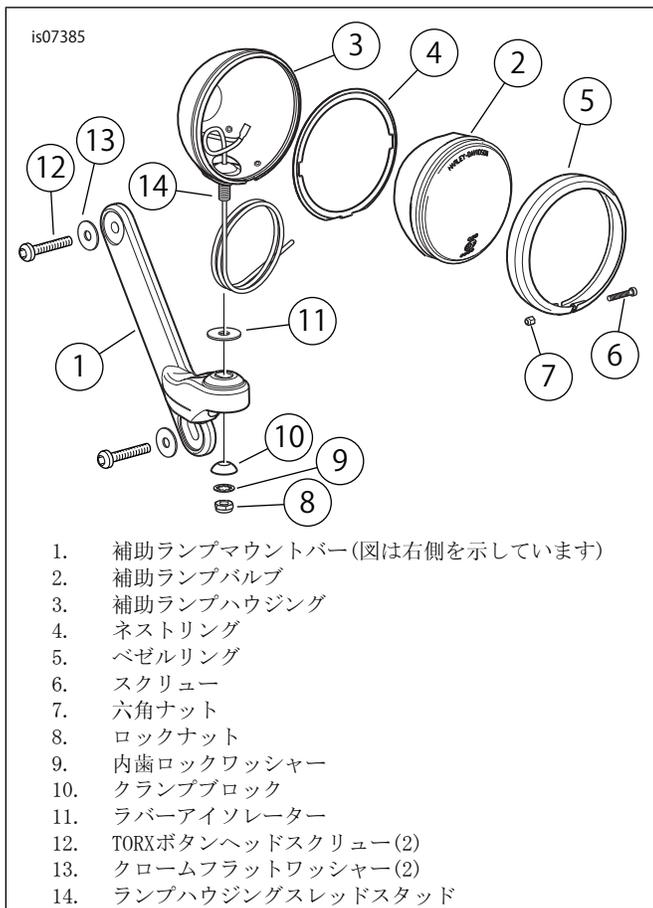

図1. 補助ランプの組み立て
2. 「図1」を参照してください。補助ランプバルブキットに入っている取付説明書に従って、補助ランプバルブ(2)を補助ランプハウジング(3)に取り付けます。